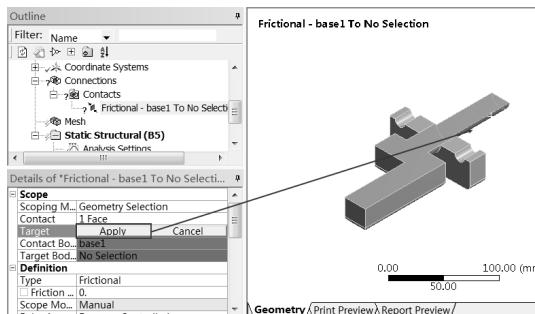

图 13-58 设置接触面（2）
Step5：选择 Outline 中的 Project Model (B4) Geometry 命令，然后单击工具栏中的 ? 按钮，使其被选中，单击如图 13-58 所示的面。